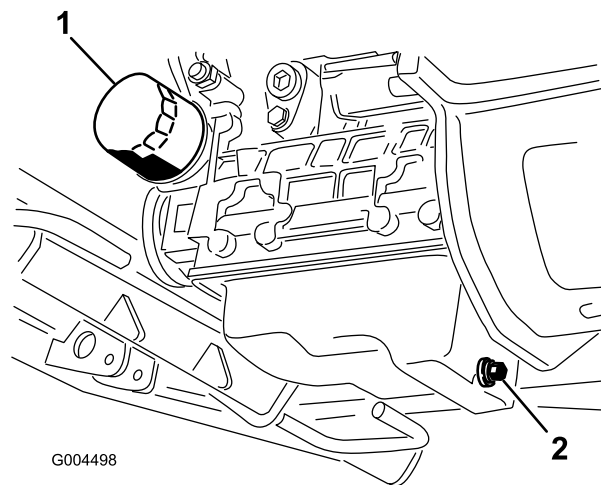

図 41
3. オイルパンの下についているドレンプラグの下に廃油受けをおく (図 41)。
6. オイルフィルタ 図 41 を取り外して交換する。